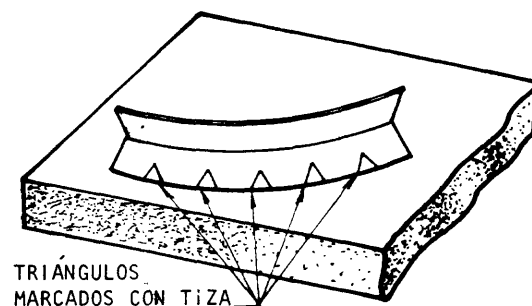

Fig. 6
- b Marque con tiza o tinta, en forma triangular las zonas deformadas a calentar (fig. 6).